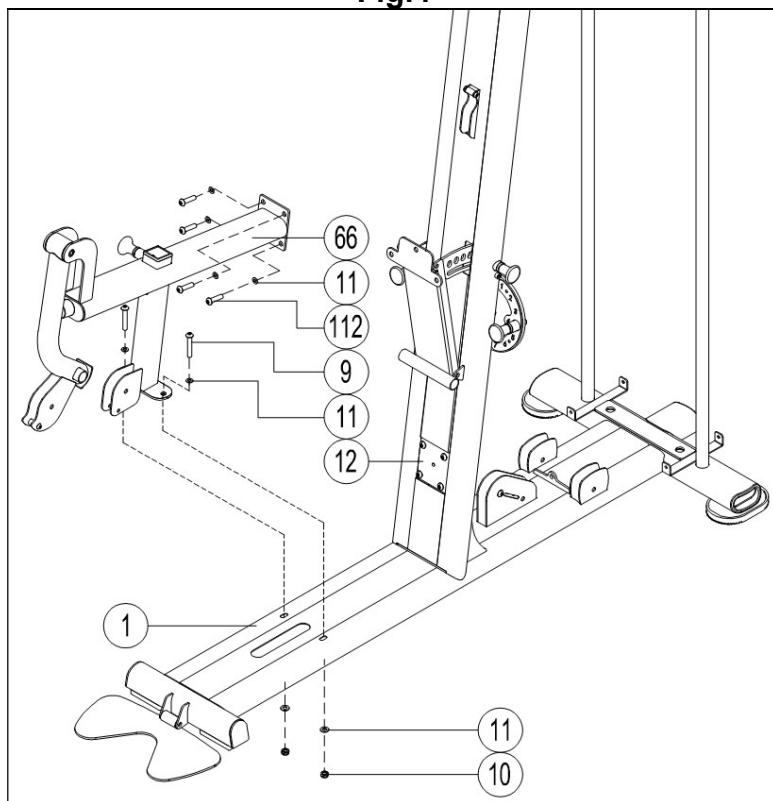

Fig.5
5.- Coloque la estructura brazos (88) y atorníllela al tubo vertical (12) usando los tornillos (74) y las arandelas (75), Fig.5.